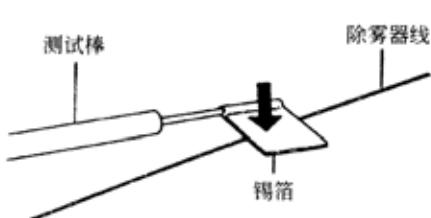

图 9-235
(1) 清洁玻璃时用软干布沿着线清洁，小心不要损坏导线。
(2) 勿用清洁剂或含有粘合成份的玻璃清洗剂。
(3) 如图 9-235 所示，测量电压时，在电压表的负接线棒顶端包上锡箔，用手指压紧。